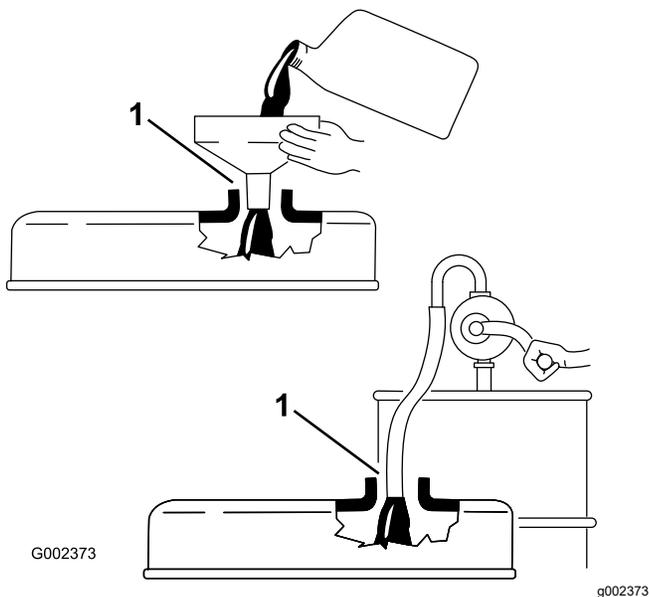

图 32
**重要事项** 添加机油时取出量油尺。当添加机油或注油时、注油设备与气门室盖内的注油孔之间**必须有**空隙、如图 32 所示。此空隙是注油时进行通风所必需的要求可以防止油溢入通气孔。